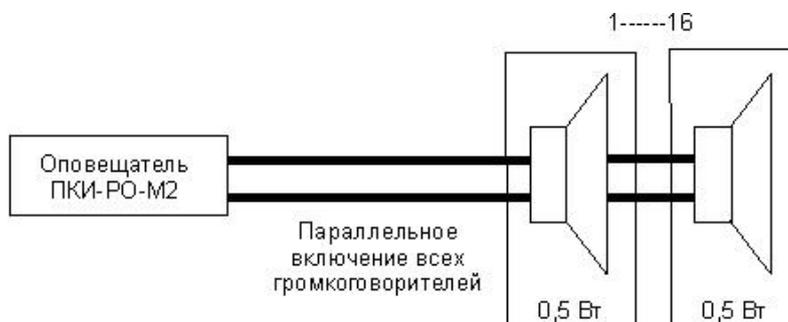
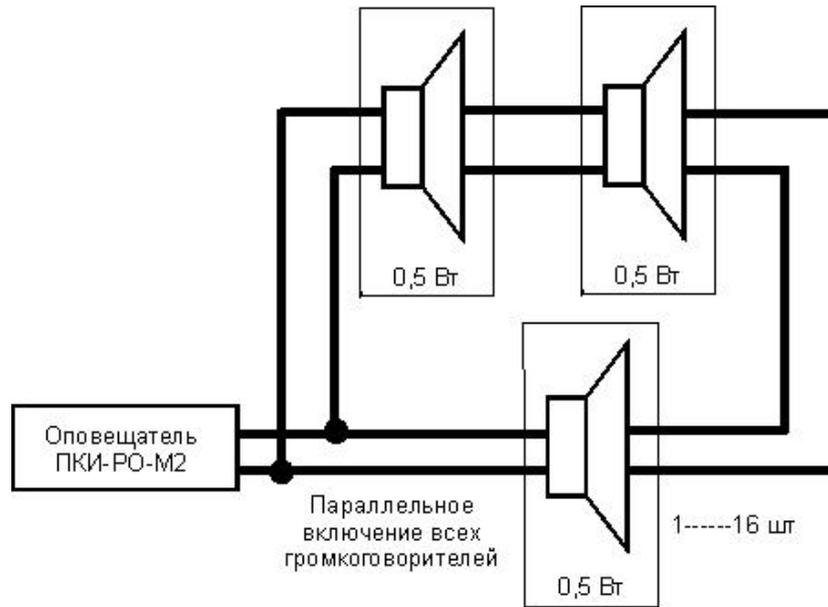

Рис. 9 Линейное включение громкоговорителей
Рис. 10 Кольцевое включение громкоговорителей
1. В соответствии с проектом СОУЭ, необходимо проложить соединительные линии для подключения громкоговорителей (см. раздел 10 по типу используемых проводов). Громкоговорители могут быть подключены либо по линейной либо по кольцевой схеме (см. раздел 10, рис.9 и рис.10). Выбор ИБП провести в соответствии с рекомендациями раздела 11 настоящей инструкции.